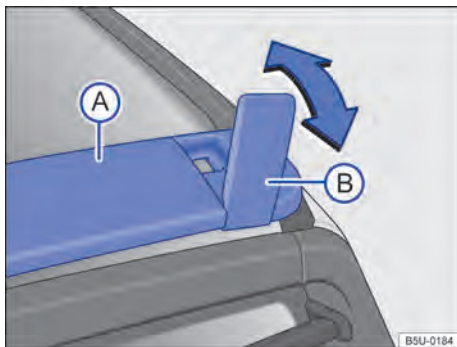

Fig. 160 No teto: travessa e suporte articulado.
Utilizar somente a travessa do teto → Fig. 160 (A) e os suportes articulados (B) como apoio para fixar os objetos com maior altura ou que não possam ser acomodados totalmente no assoalho do compartimento de carga → ⚠️.